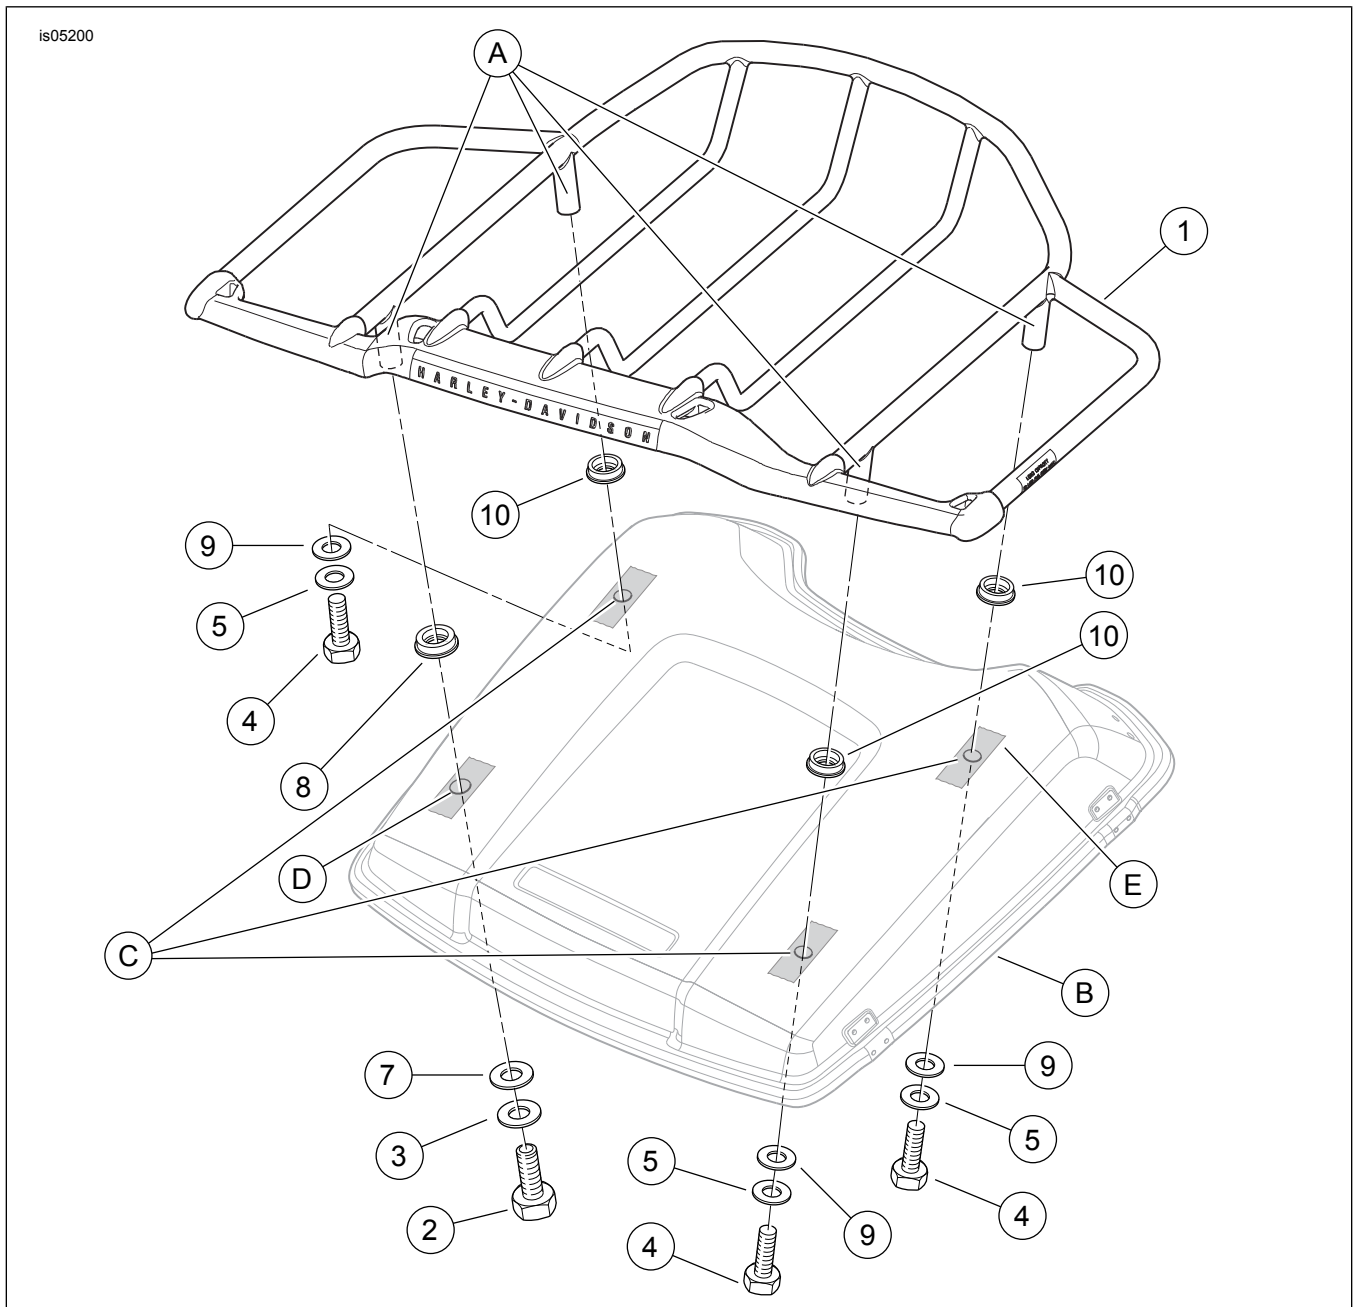

Figura 1. Peças de reposição, bagageiro da tampa do Tour-Pak Air Wing
Veja Figura 1 e Tabela 1.
2. Veja Figura 1. Deslize o coxim de montagem **do diâmetro maior** (8) na haste traseira esquerda. Deslize os três coxins de montagem **do diâmetro menor** (10) em cada uma das hastes de montagem restantes (A). Com o nome Harley-Davidson colocado na parte traseira, posicione o bagageiro na tampa do Tour-Pak no local desejado.